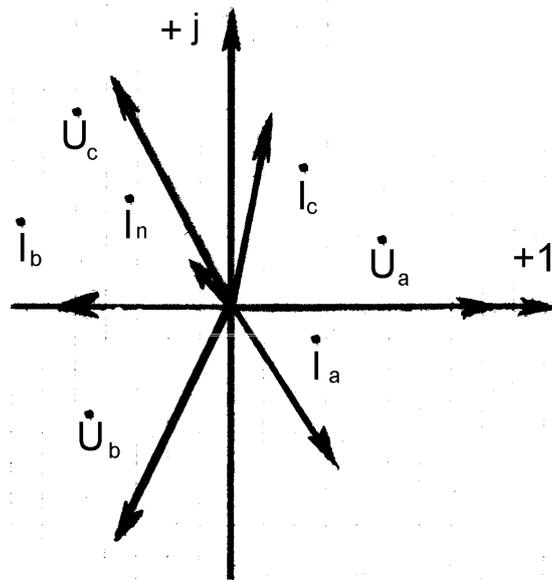

Рисунок 4.8 – Векторная диаграмма
6. Используя комплексные значения токов и напряжений, строят векторную диаграмму (рисунок 4.8).